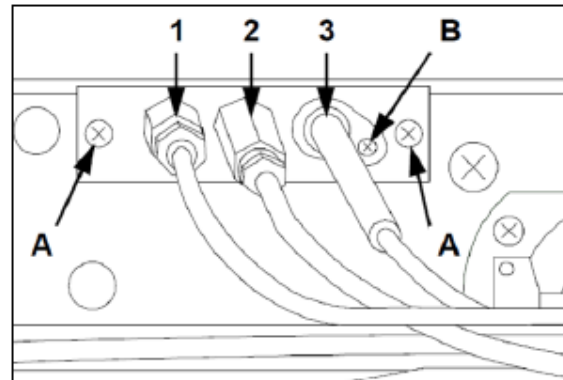

FIG.18
- Schrauben Sie das Thermoelement mit einem geeigneten Schraubenschlüssel ab (Abb. 18-Ref. 1).
- Lösen Sie die 2 Halteschrauben (Abb. 18-Ref. A) und befestigen Sie den neuen Piloten.
- Befestigen Sie den neuen Piloten gemäß dem oben beschriebenen Verfahren (Abb. 18-Bez. 2).
- Entfernen Sie den Stopfen, indem Sie die Schraube lösen (Abb. 18-Bez. B);
- Befestigen Sie den neuen Stopfen (Abb. 18-Bez. 3) gemäß dem oben beschriebenen Verfahren.